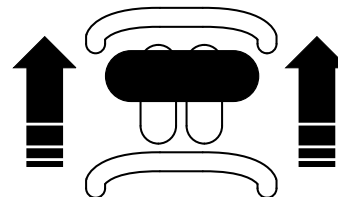

Рисунок 14
- Чтобы начать движение вперед, переместите орган управления тягой вперед (Рисунок 14).